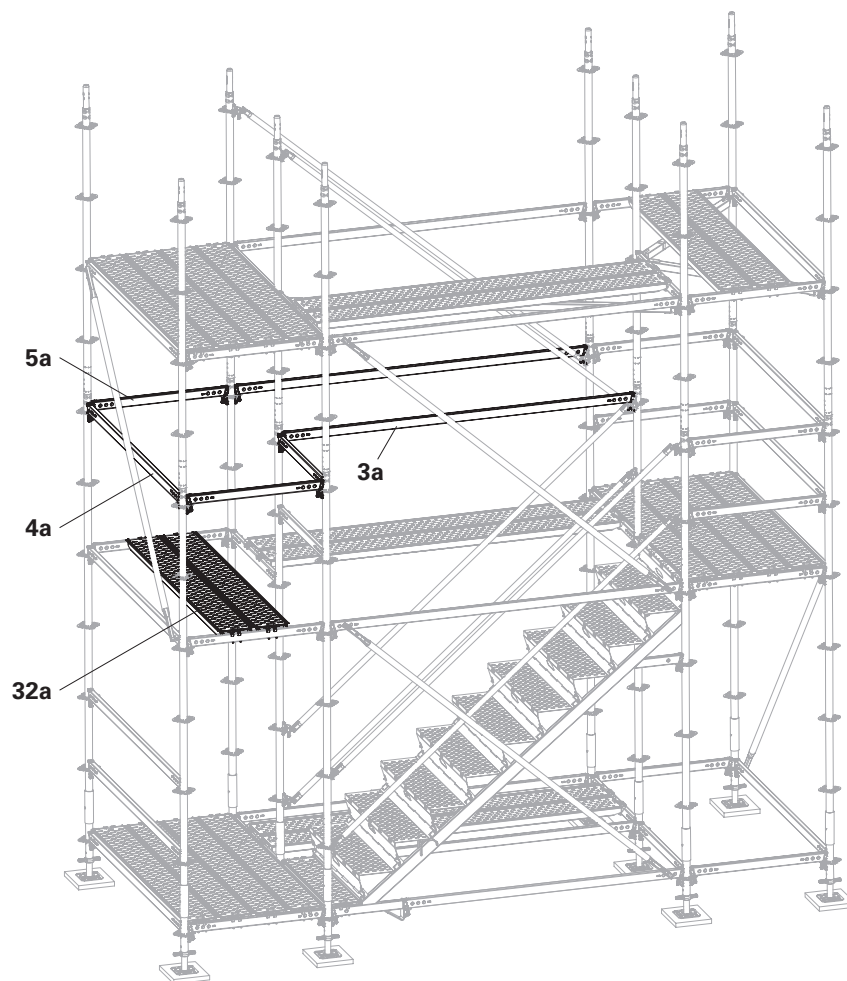

Fig. A3.05
2. Rimuovere gli impalcati in acciaio UDG (**32a**) dal livello sottostante. (Fig. A3.05)